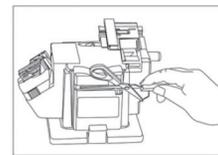

Рис. 5
**6.4.5** Потяните лезвие поперёк шлифовального круга от основания к кончику (Рис. 5).